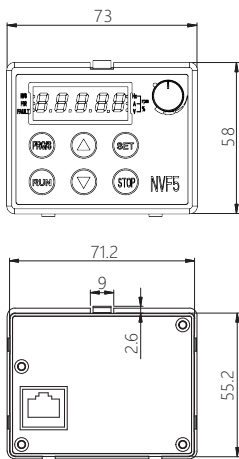
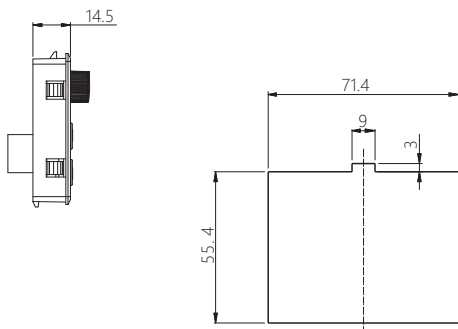

图6-5 显示面板尺寸图
图6-6 柜门开孔尺寸图
a) 第一种情况，直接安装显示面板尺寸如图6-5和图6-6所示：